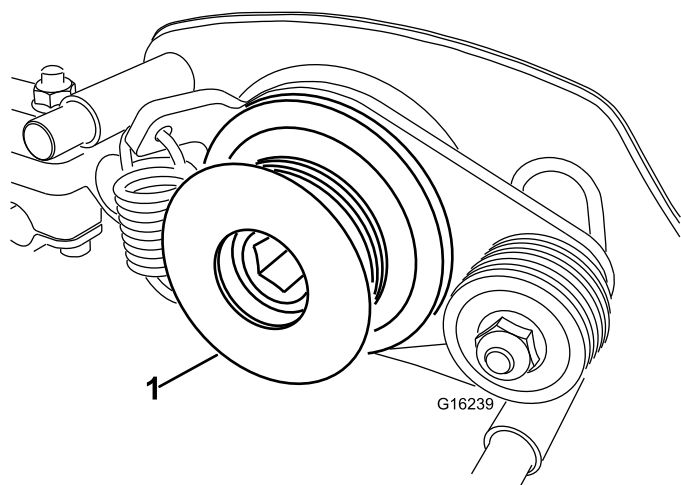

Figura 32
7. Remova a polia da transmissão do rastelo do eixo do rolo (Figura 32).